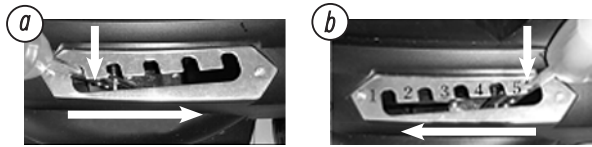

Fig. 4
- Acționați conform ilustrației din Fig. 4.